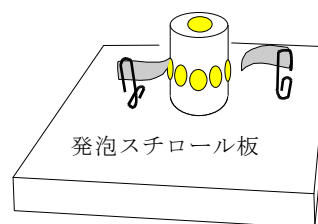

図3 静電気モーター
- 6 方法4の端子を発泡スチロール板にセロハンテープで貼り付ける。このとき、端子のアルミニウムはくの先端を回転子の側面に刺した画びょうから約3 mm離す（図3）。